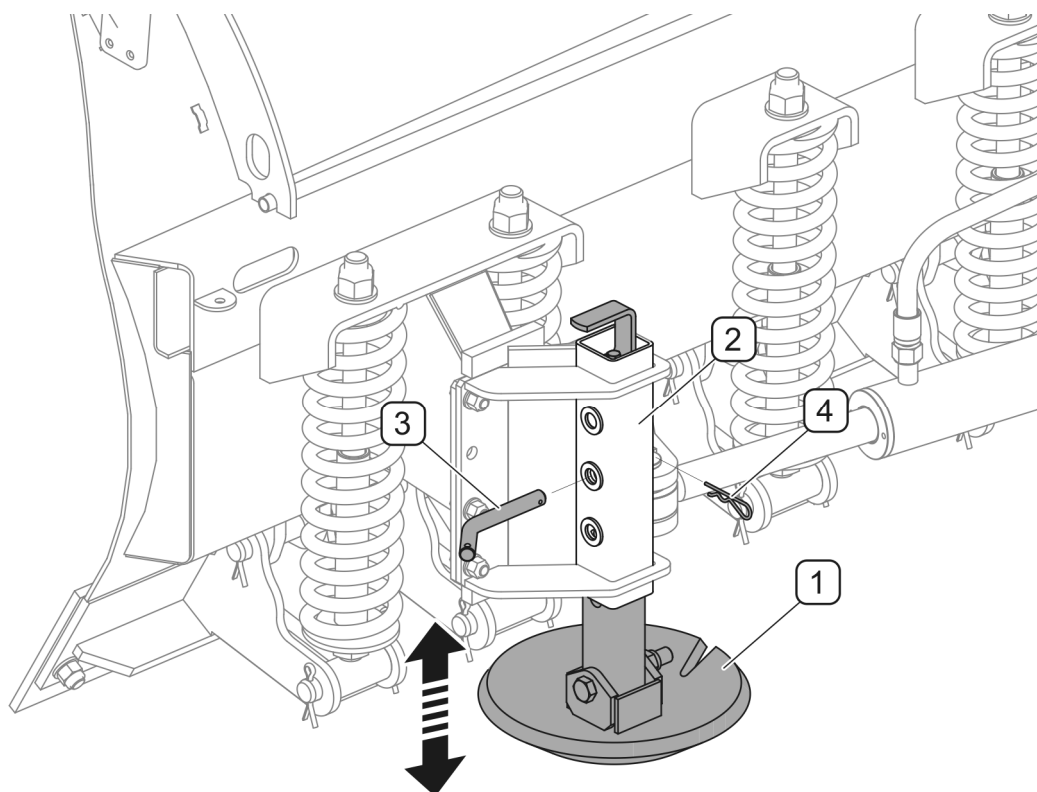

РИСУНОК 4.7 Регулирование рабочей высоты в снегоотвалах, оснащенных скользунми
(1) - скользун; (2) - направляющая скользунa; (3) - шплинт; (4) - страховочная чека
В снегоотвалах, оснащенных скользунми (РИСУНОК 4.7), регулирование рабочей высоты осуществляется путем перемещения скользуна (1) вверх или вниз в направляющей (2), для чего необходимо сначала вынуть блокировочный шплинт (4). Положение скользуна в направляющей можно изменять через каждые 7 мм, используя для этого одно из трех отверстий в направляющей. Требуемая высота скользунa фиксируется шплинтом (3) и упругой чекой (4). Скользуны правого и левого отвала должны располагаться на одинаковой высоте.